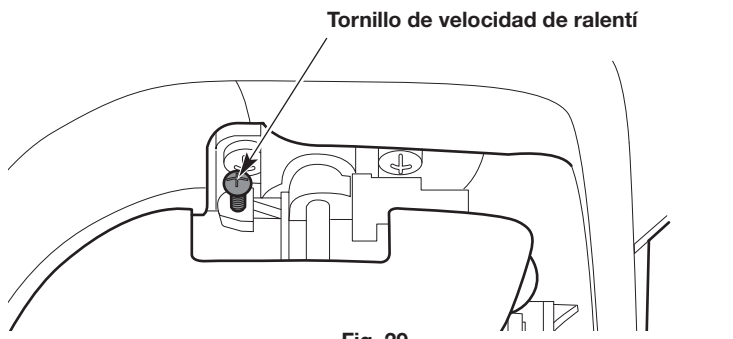

Fig. 29
- Si el motor se para, aumente la velocidad de ralentí. Use un destornillador Phillips pequeño para girar el tornillo de velocidad de ralentí en el sentido de las agujas del reloj, 1/8 de giro cada vez hasta que el motor funciona al ralentí de manera uniforme (Fig. 29).
- Si el cabezal de corte gira cuando el motor funciona al ralentí, reduzca la velocidad de ralentí. Gire el tornillo de velocidad de ralentí en el sentido contrario de las agujas del reloj, 1/8 de giro cada vez, hasta que se detenga el cabezal de corte (Fig. 29).